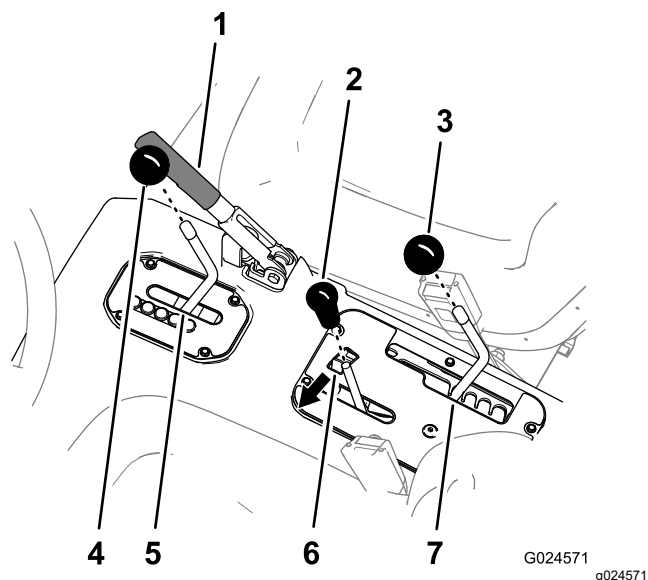

Figura 4
1. Retire todos os manípulos das alavancas da consola e da alavanca da transmissão rodando os manípulos para a esquerda (Figura 4).